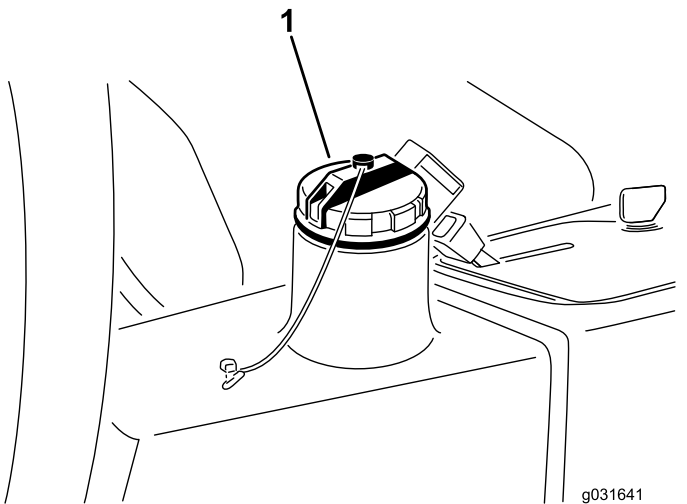

Figura 66
4. Llene el depósito (Figura 66) con aproximadamente 13.2 litros (3.5 galones US) de fluido hidráulico; consulte Especificación del fluido hidráulico \(página 54\) y Comprobación del nivel de fluido hidráulico \(página 55\).